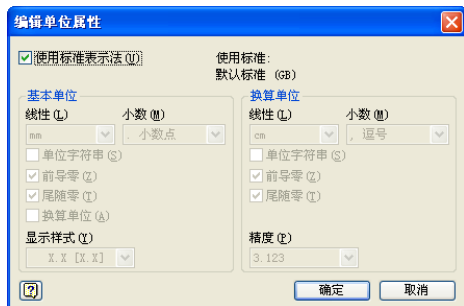

图 5-46 “编辑单位属性”对话框
(2) 选择【编辑形位公差符号】后会打开【形位公差符号】对话框对形位公差进行定义;选择【编辑单位属性】选项后会打开【编辑单位属性】对话框对公差的基本单位和换算单位进行更改,如图 5-46 所示;
(3) 选择【编辑箭头】选项则打开【改变箭头】对话框以修改箭头形状等。